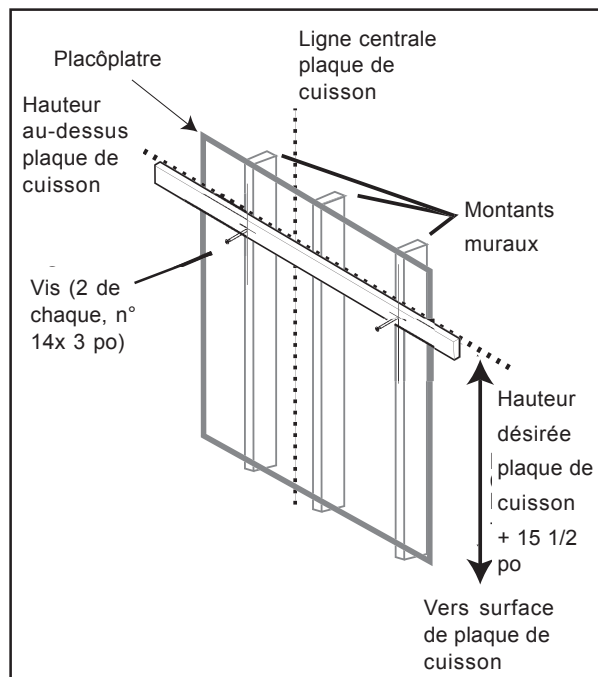

Figure 3
4. Repérer un montant d'un côté ou de l'autre de la ligne centrale de la plaque de cuisson pour utiliser avec le montant en bois tel qu'il est illustré à la figure 3.
7. Utiliser 2 ou 3 vis (n° 14 x 3 po) pour fixer la fixation au mur, comme à la figure 3. Pour le support des hottes plus longues, utiliser trois montants. Fraiser les têtes pour empêcher l'interférence avec la hotte.